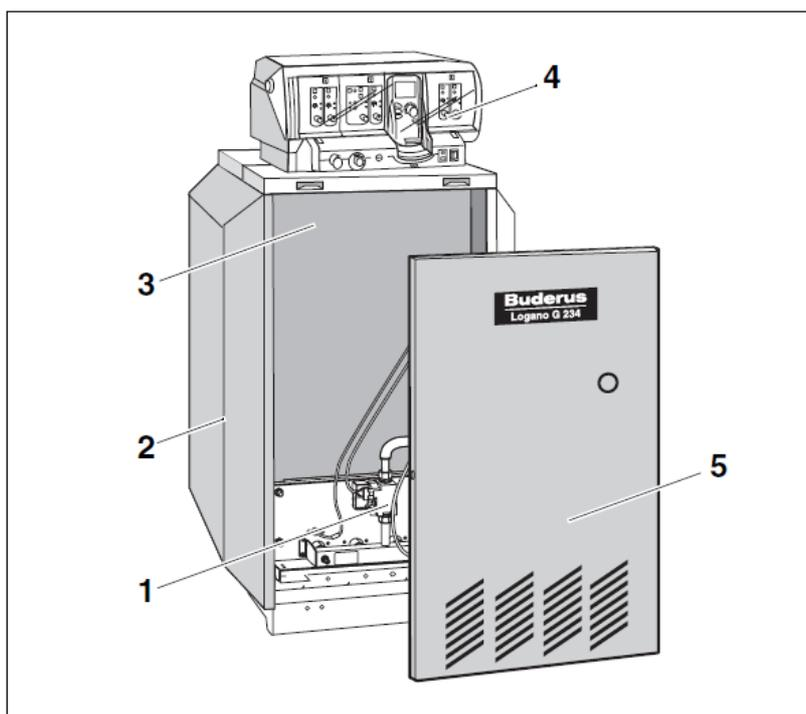

Рис. 1 Специальный газовый отопительный котел Logano G234
Газовый отопительный котел Logano G234 X (рис. 1) оснащен на заводе газовой горелкой и системой управления. Основные части специального газового отопительного котла Logano G234 X:
- Котловой блок с теплоизоляцией (рис. 1, поз. 3) и газовой горелкой (рис. 1, поз. 1). В котловом блоке тепло, производимое горелкой, передается воде, циркулирующей в системе отопления.
- Обшивка (Рис. 1, поз. 2) и передняя стенка котла (рис. 1, поз. 5). Обшивка котла и теплоизоляция препятствуют потерям энергии.
- Система управления (рис. 1, поз. 4). Система управления служит для контроля и регулирования отопительной системы.